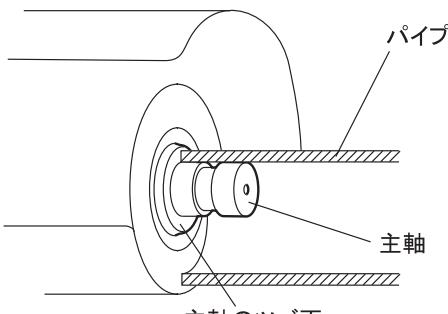

図12
① パイプのセット
- 加工するパイプを主軸のツバ面に当たるまで差し込んでください。(図12)